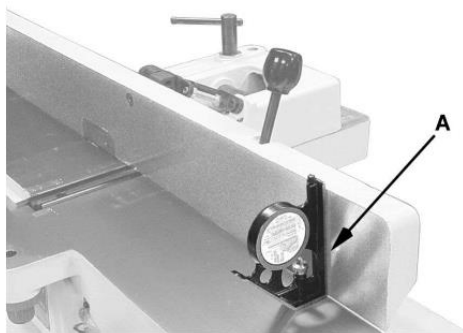

Рисунок 18
3. Вручную поверните упор на требуемый угол; для определения угла используйте измеритель угла (в комплект не входит) (А, рисунок 18).